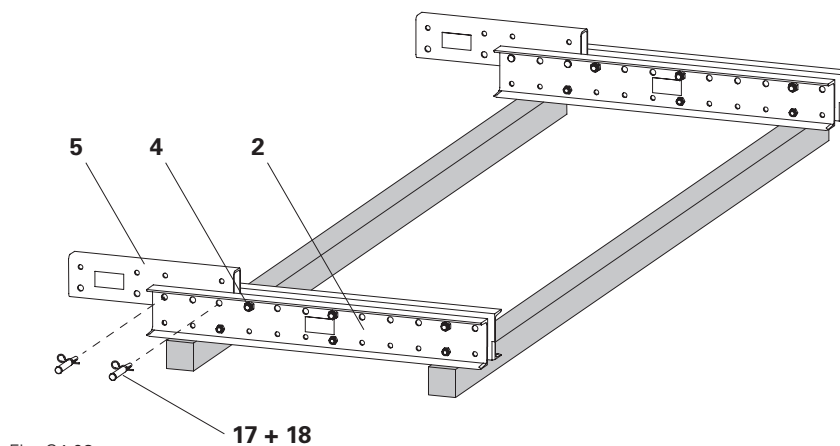

Fig. C4.03
2. Montare il connettore della guida di ripresa (**5**) all'estremità superiore della guida di ripresa (**2**) con 2 perni calibrati Ø 26 mm (**17**) e inserti a molla 5/1 (**18**). (Fig. C4.03)